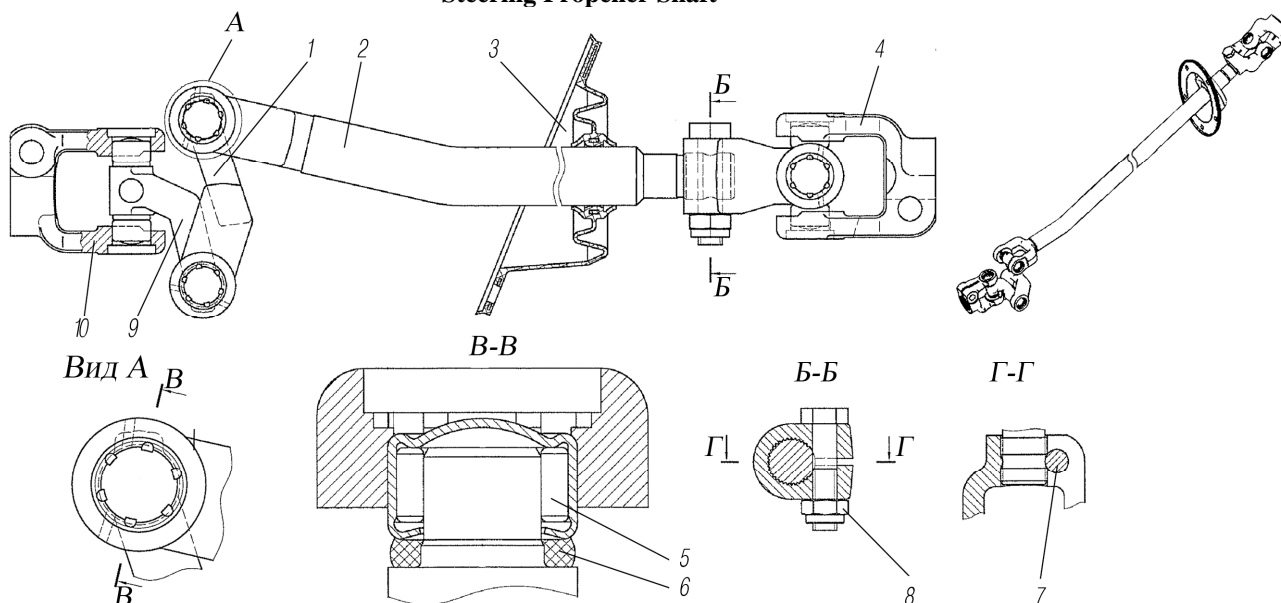

Рисунок 4.7
*¹¹ См. рисунок 4.7
See figure 4.7